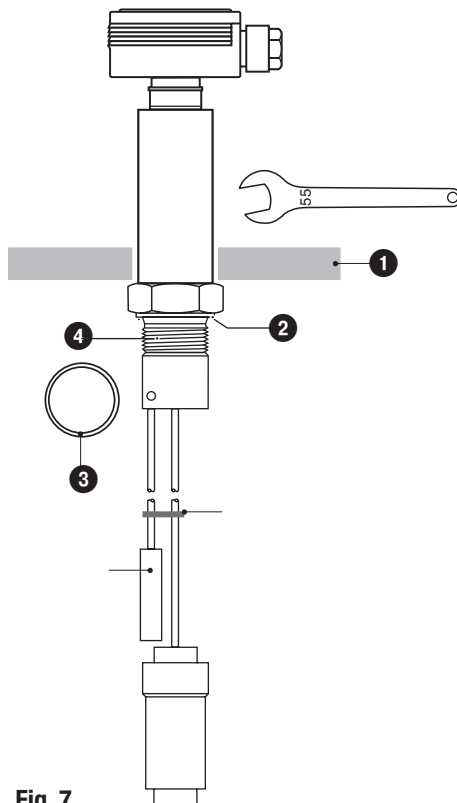

Fig. 7
2. Beiliegenden Dichtring **③** auf den Dichtsitz **②** der Elektrode legen. **Fig. 5, Fig. 7**